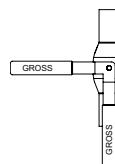

рис. 4
- Шаровые краны GROSS предназначены для использования в качестве запорной арматуры (рабочие положения полностью «открыто» и «закрыто») (рис.4).